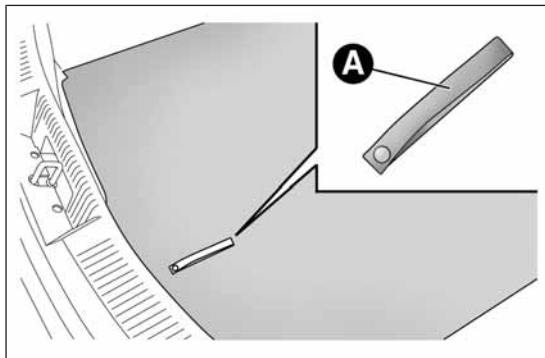

fig. 116
- ☐ abrir el maletero, tirar de la lengüeta A fig. 116 y levantar la alfombrilla de revestimiento;
- ❑ abrir el maletero, tirar de la lengüeta A fig. 116 y levantar la alfombrilla de revestimiento;